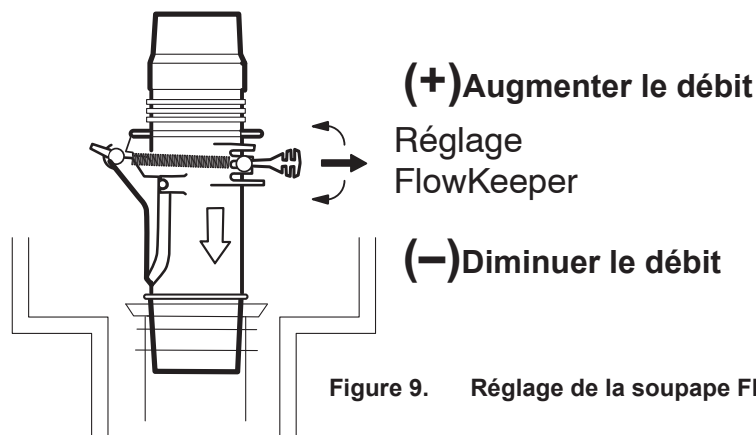

Figure 9. Réglage de la soupape FlowKeeperMC
- Soupape FlowkeeperTM à l'écumoire, pour l'installation de l'écumoire (figure 9).